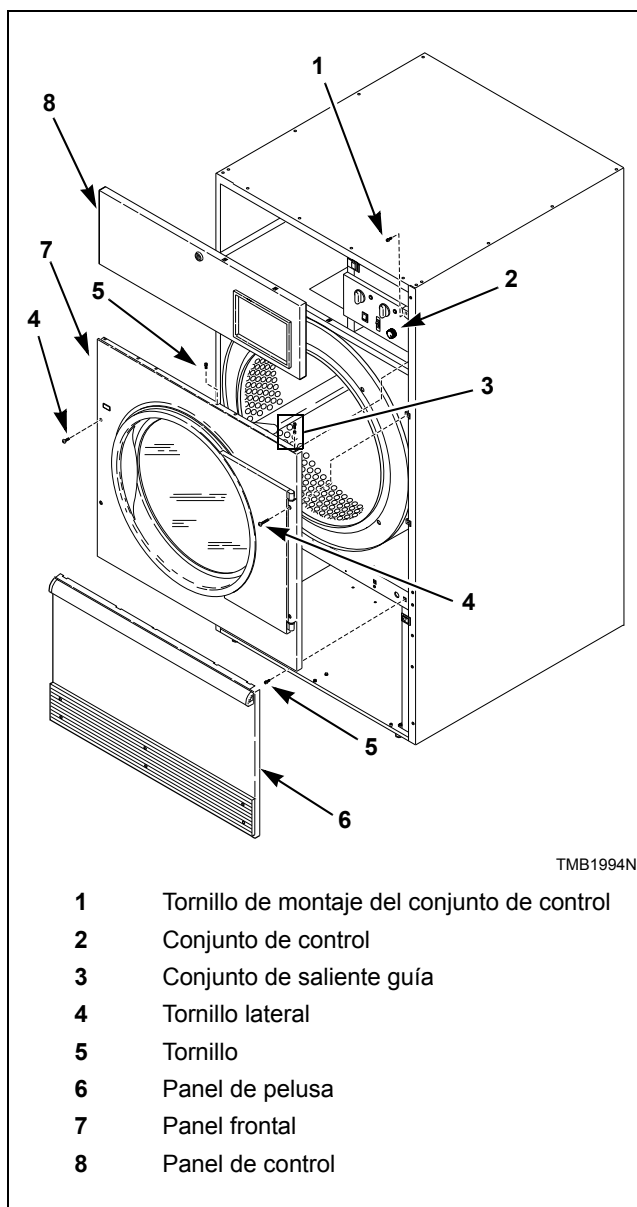
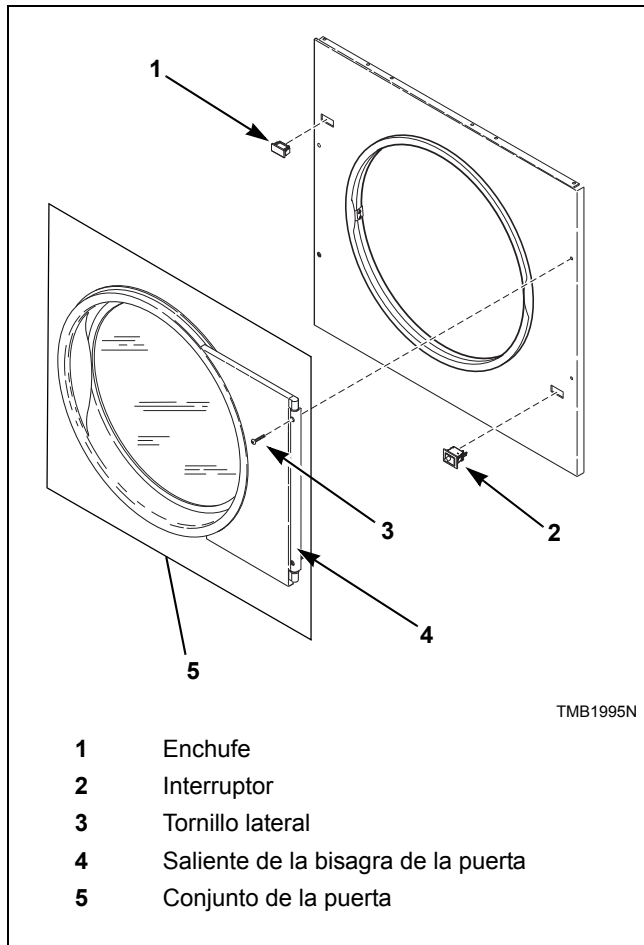

Figura 6
Figura 7
2. Desbloquee y retire el panel de control. Quite los dos tornillos de montaje del conjunto de control del lado derecho. Oscile y abra el control para acceder al conjunto de agarradera guía derecha del saliente superior. Consulte la *Figura 6*.
4. Desmonte cuatro tornillos del panel frontal. Consulte la *Figura 6*. Mantenga las levas de la bisagra de la puerta en el saliente de la bisagra de la misma. Tire del saliente y del conjunto de la puerta como si fueran una sola pieza. Consulte la *Figura 7*.
5. Desmonte los tornillos del panel frontal restantes, cuatro en la parte superior y cuatro en la parte inferior. Consulte la *Figura 6*. Desconecte el arnés del interruptor de la puerta del interruptor. Retire el panel frontal. Consulte la *Figura 7*.
6. Intercambie las ubicaciones del interruptor y el enchufe. Oprima las orejetas con unos alicates ajustables para desmontar el enchufe y el interruptor del panel delantero. Vuelva a instalar el interruptor, orientando el botón hacia el centro de la máquina. Vuelva a instalar el enchufe en la ubicación previa del interruptor. Consulte la *Figura 7*.